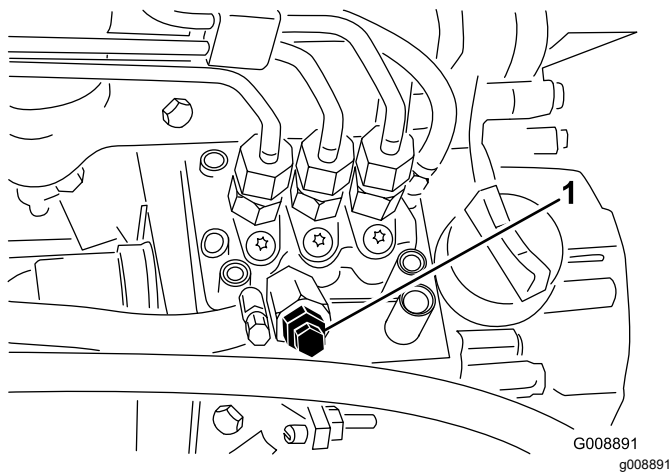

Figura 86
4. Abra el tornillo de purga de aire de la bomba de inyección de combustible (Figura 86).